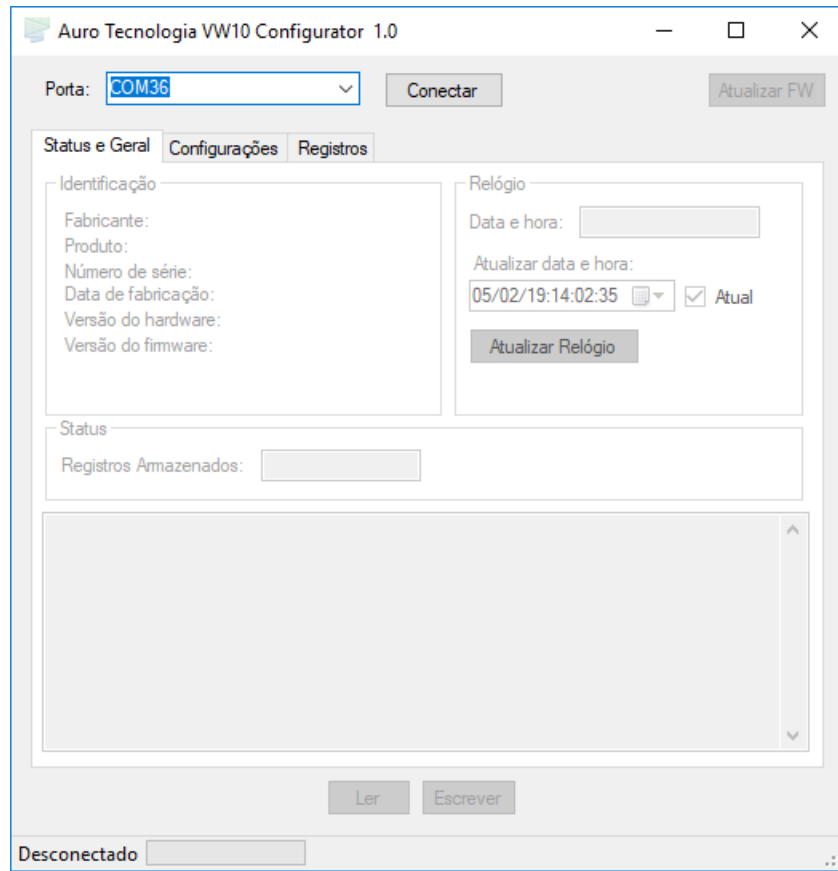

Figura 11 - Tela inicial do software de configuração.
4. Na caixa de seleção “Porta”, ilustrado na Figura 11, selecione a COM Port referente ao VW10. Em caso de dúvida verifique no gerenciador de dispositivos do Windows.